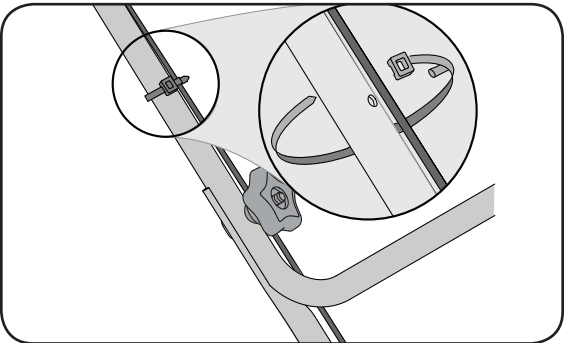

Figure 3-4
- Enfoncez le taquet de l'attache-câble dans le trou aménagé dans le guidon inférieur. Serrez l'attache-câble et coupez le surplus. Voir la Figure 3-4.